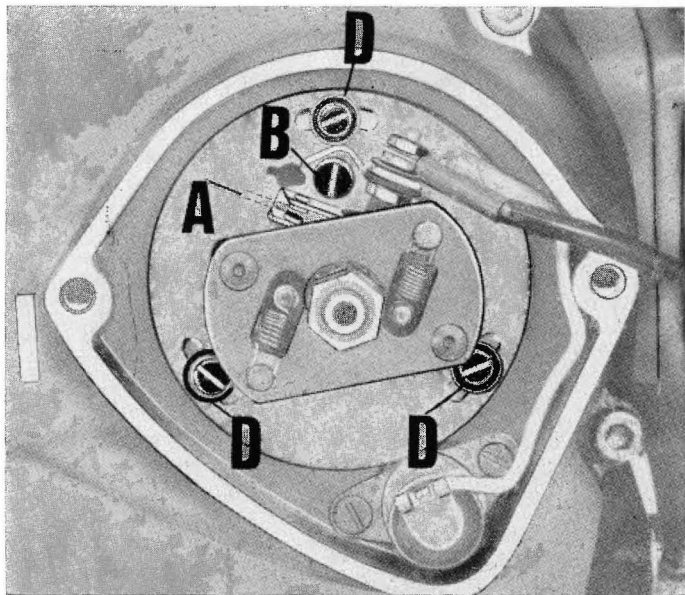

Fig. 18
(vedere fig. 18)
- Verificare l'apertura dei contatti del ruttore (A di fig. 18) che deve essere di mm  $0,42 \div 0,48$ .
Quando i contatti del ruttore iniziano l'apertura la lampada si accende. Se i contatti si aprono prima o dopo il punto stabilito occorre allentate le viti (D di fig. 18), che bloccano il ruttore sul coperchio trasmissione, indi ruotare il ruttore a destra o a sinistra affinché i contatti inizino l'apertura esattamente al punto stabilito.